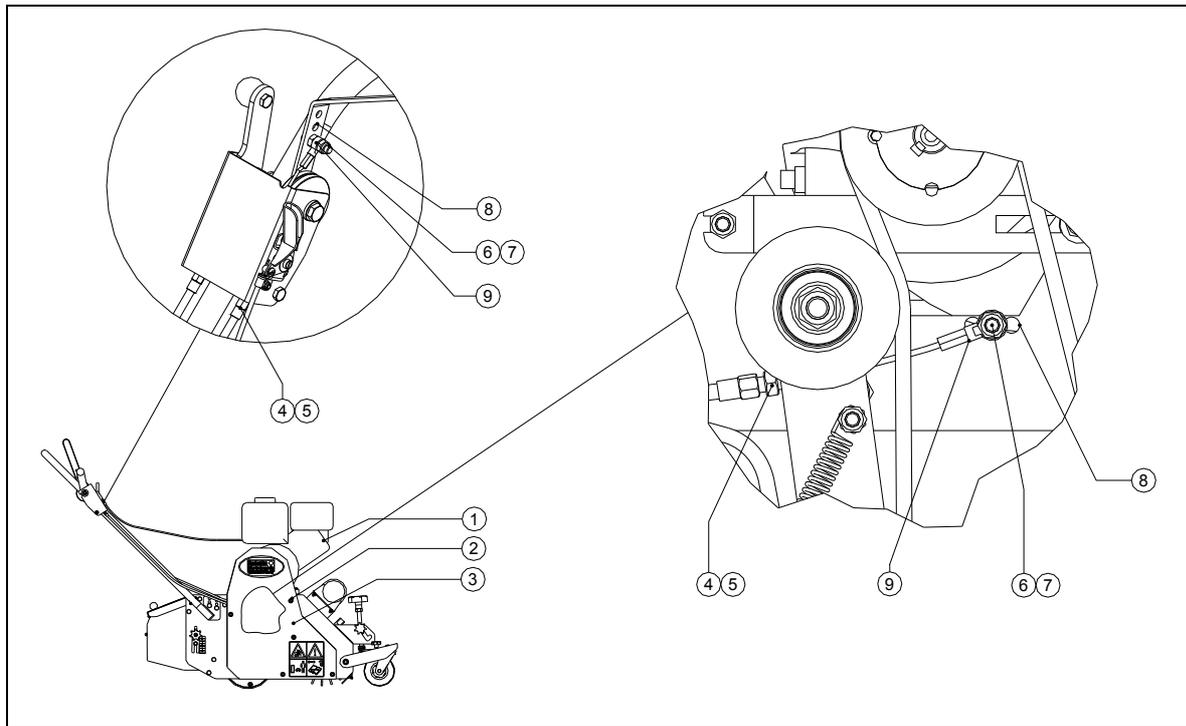

Fig. 18
2. le galet tendeur réglable pour la transmission de toute la machine 1. (Voir fig. 18)
## Galet tendeur réglable pour la transmission de toute la machine (voir fig. 18)